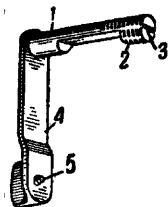

Рис. 28. Соединительный винт:
**Соединительный винт** (рис. 28) предназначен для закрепления спусковой рамы с прикладом в вертикальных пазах ствольной коробки. Он имеет стержень с резьбой на одном конце и прорезью на торце, предназначенной для отвёртки для вывинчивания винта в случае его поломки.